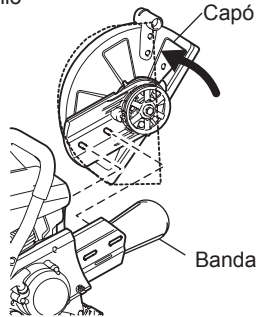

Fig. 2
- Gire el capó hacia la posición de la línea punteada. Quite la banda trapezoidal y luego quite el aditamento de corte del cortador. Vuelva a colocar la empuñadura. (Fig. 2)